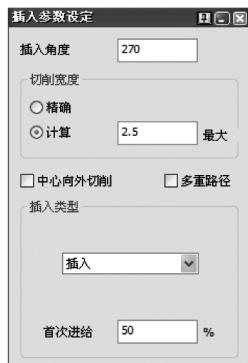

图 6-17 插入参数设定
- 5) 选择插入选项, 并设定参数, 如图 6-17 所示。